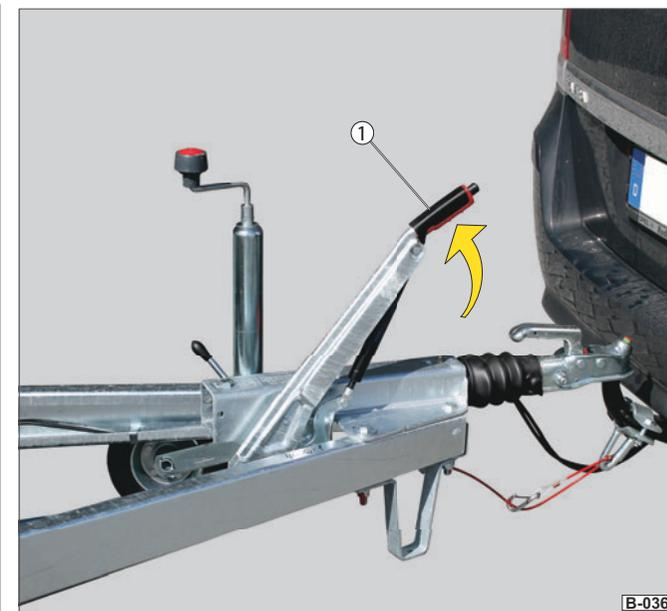

Abb. 28 Handbremse angezogen
- ▶ Ziehen Sie den Handbremshebel (Abb. 28/1) vollständig an.